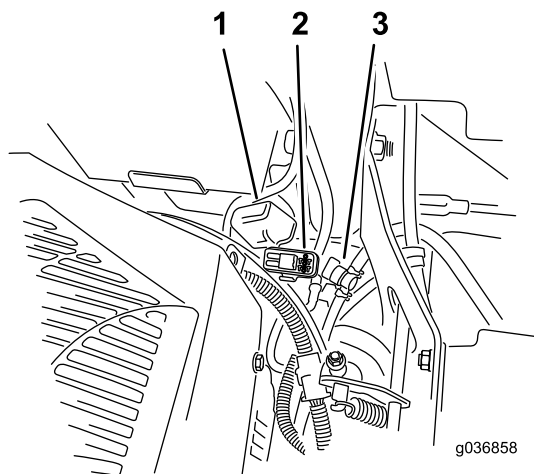

Figura 56
Notă: În cazul mainilor MyRide, asigurați-vă că nu există frecare între cablul de legare la masă i braul tractat sau ansamblul inferior al amortizorului (Figura 56).
Siguranele fuzibile sunt amplasate pe consola dreapta, de lângă scaun (Figura 56).
2. Instalati o siguranță nouă (Figura 56).